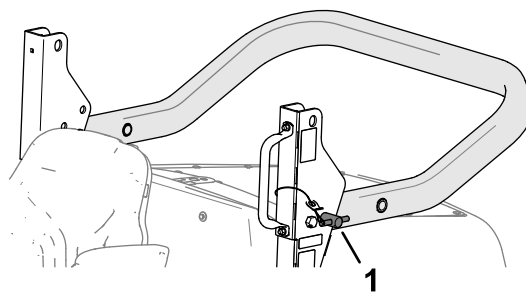

Figura 30
5. Inserite i perni del roll bar nei fori inferiori delle staffe orientabili (Figura 30).